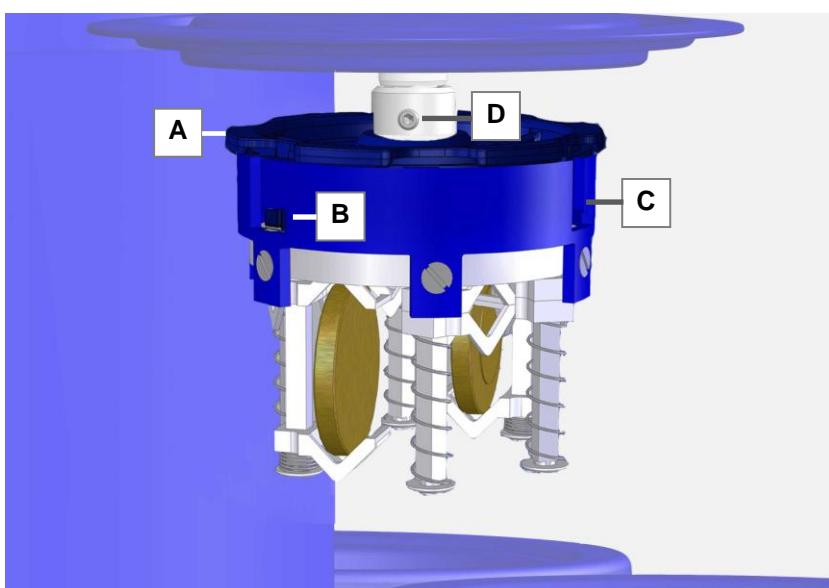

Fig. 6.3.1 Portamecanismos suspendido
El portamecanismos está unido a la máquina por el cierre de bayoneta (*fig. 6.3.1.C*) del alojamiento (*fig. 6.3.1.A*).
Sujete el alojamiento (*fig. 6.3.1.C*) firmemente con la mano y presione el portamecanismos primero un poco hacia arriba y a continuación gire este en sentido antihorario para extraerlo de los sistemas de retención (*fig. 6.3.1.B*).
- A** **Alojamiento** para la cesta de limpieza y el portamecanismos. Cuando se retira el portamecanismos, el alojamiento permanece atornillado al eje de accionamiento con el perno roscado (fig. 6.3.1.D).
Fije ahora el portamecanismos de nuevo en el alojamiento de la máquina de limpieza (fig. 6.3.1.A).
Asegúrese de que el portamecanismos esté correctamente enclavado en el sistema de retención (fig. 6.3.1.B).